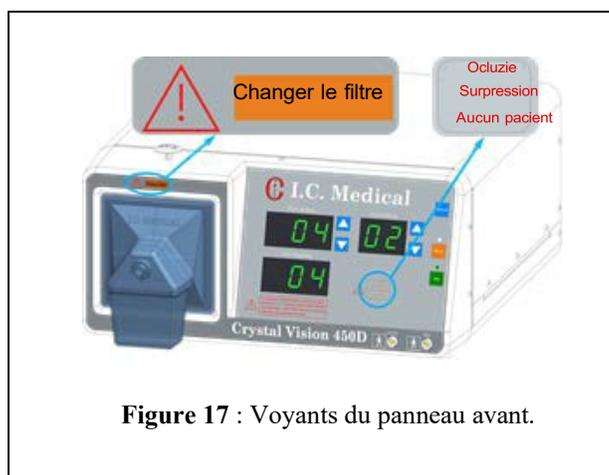

Figure 17 : Voyants du panneau avant.
10. Le voyant CHANGER LE FILTRE est situé au-dessus du filtre (Figure 17). Il s'allume lorsqu'il y a un débit réduit dans l'appareil CRYSTAL VISION®. Le filtre hydrophobe SAFEGUARD BLUE® ULPA avec piège à fluide intégré doit être changé lorsque ce voyant s'allume pour la première fois. N'essayez pas de nettoyer ou de réutiliser le filtre hydrophobe SAFEGUARD BLUE® ULPA avec piège à fluide intégré. Éliminez le filtre hydrophobe SAFEGUARD BLUE® ULPA avec piège à fluide intégré selon le protocole de déchets biologiques de votre établissement. Ce voyant s'allumera également en cas d'occlusion totale. Si le voyant OCCLUSION est également allumé, assurez-vous d'abord d'éliminer l'obstacle qui l'a causé, puis vérifiez le voyant CHANGER LE FILTRE. S'il est toujours allumé et le voyant OCCLUSION ne l'est pas, le filtre hydrophobe SAFEGUARD BLUE® ULPA avec piège à fluide intégré doit être changé.
11. OCCLUSION indique que l'écoulement dans l'appareil CRYSTAL VISION® s'est arrêté (Figure 17). Le voyant CHANGER LE FILTRE s'allumera également à ce moment. L'opérateur doit vérifier si les tubes sont pliés, les valves sont fermées, l'insufflateur est obstrué, le filtre de sortie grande taille au charbon de noix de coco est utilisé jusqu'à date limite d'utilisation, ou le filtre hydrophobe SAFEGUARD BLUE® ULPA avec piège à fluide intégré est complètement obstrué. Afin d'éviter une panne de la pompe, la pompe de l'appareil CRYSTAL VISION® ne s'activera pas lorsque ce voyant est allumé.
12. SURPRESSION indique une pression supérieure à 27 mmHg dans le pneumopéritoine (Figure 17). À des pressions supérieures à 30 mmHg, la pompe à vide démarre pour réduire la pression dans le pneumopéritoine. Cette situation peut être causée par de nombreux facteurs. Fréquemment, le chirurgien appuie sur l'abdomen et cela provoque une augmentation de la pression intra- abdominale. Corrigez la cause avant de continuer.
13. L'indicateur « AUCUN PATIENT » (Figure 17) s'allume lorsque l'appareil CRYSTAL VISION® est en MODE LAP, lorsque la pression nulle ou pression atmosphérique est présente au niveau du filtre ULPA hydrophobe SAFEGUARD BLUE® avec piège à fluide intégré. Il est possible que l'ensemble de tubes ne soit pas connecté à la gaine du Trocart ou au filtre hydrophobe SAFEGUARD BLUE® ULPA avec piège à fluide intégré ; la valve sur la gaine du Trocart peut être fermée ; ou il est possible que le filtre hydrophobe SAFEGUARD BLUE® ULPA avec piège à fluide intégré ne soit pas fixé au connecteur du filtre hydrophobe SAFEGUARD BLUE® ULPA avec piège à fluide intégré.